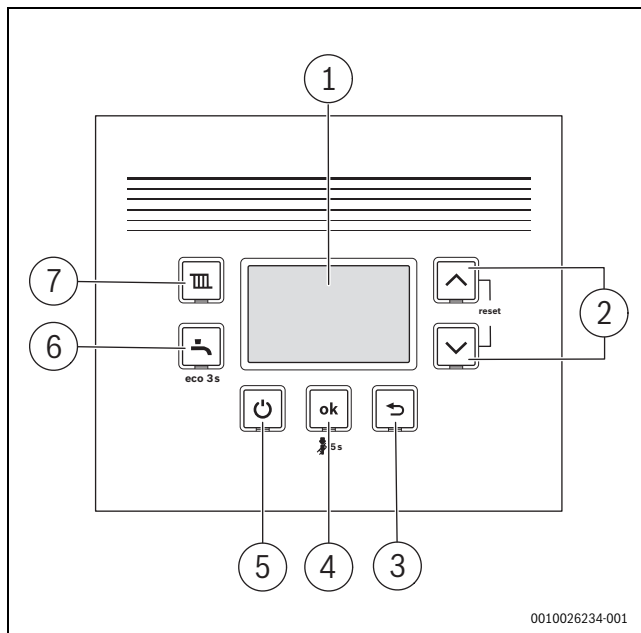

Bild 127 Bedienfeldübersicht
Nach der Inbetriebnahme schaltet die Taste ⏻ (→ Bild 127, [5]) gleichzeitig Heizung und Warmwasserbereitung aus oder ein, ohne die Spannungsversorgung zu unterbrechen.
- ▶ Im normalen Betrieb Gerät mit der Taste  (→ Bild 127, [5]) ausschalten. Das Gerät befindet sich im Standby-Betrieb.